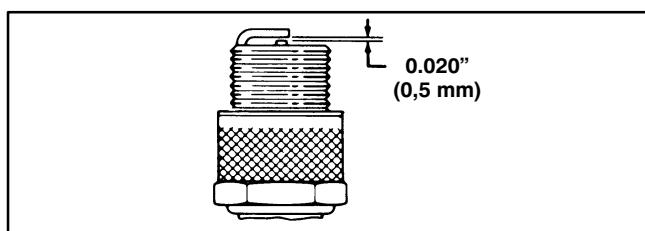

Figure 18
3. Régler l'écartement des électrodes à 0,5 mm (0,020") (Fig. 18). Monter la bougie correctement réglée, munie de son joint, et la serrer fermement à 19 N·m (14 ft-lb).